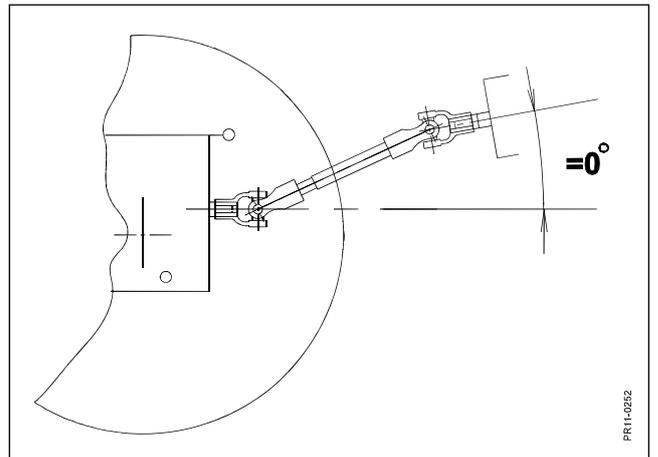

Fig. 2-4
- Fig. 2-4 e) La prise de force du tracteur et l'arbre de commande du boîtier doivent être parallèles, l'angle formé par ces 2 arbres doit être le plus près possible de 0° .